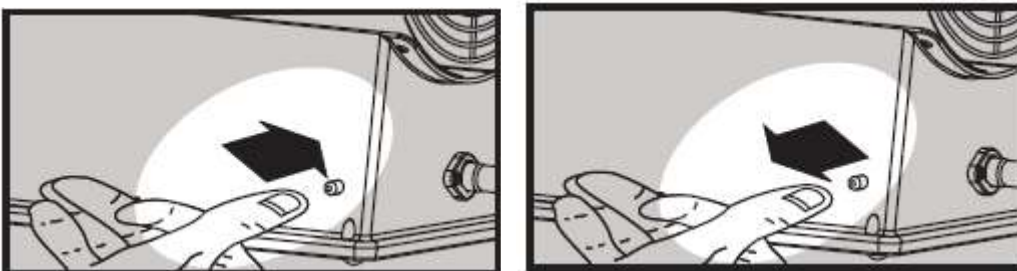

Рис.5
- с. При появлении пламени удерживать кнопку клапана подачи газа нажатой около 20 секунд. Если нагреватель прекратит работать, когда кнопка клапана подачи газа будет отпущена, подождать одну минуту и повторить операцию запуска, удерживая кнопку клапана более продолжительное время. (Рис.5)
- с. Установить выключатель вентилятора в положение «I» (Рис.5).